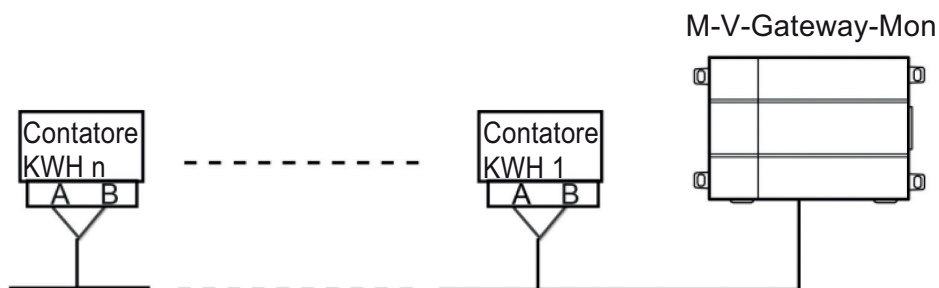

Fig. 8.3 Collegamento di comunicazione del Controller e del contatore KWH
Step 1: Collegare la porta A+ e B+ dell'interfaccia di comunicazione RS435-1 del Controller intelligente alla porta A e B del contatore KWH; Passo 2: Effettuare la connessione seriale con il cavo di comunicazione 485 per il contatore KWH in un sistema Eudemon remoto intelligente, come mostrato in Fig. 8.3.